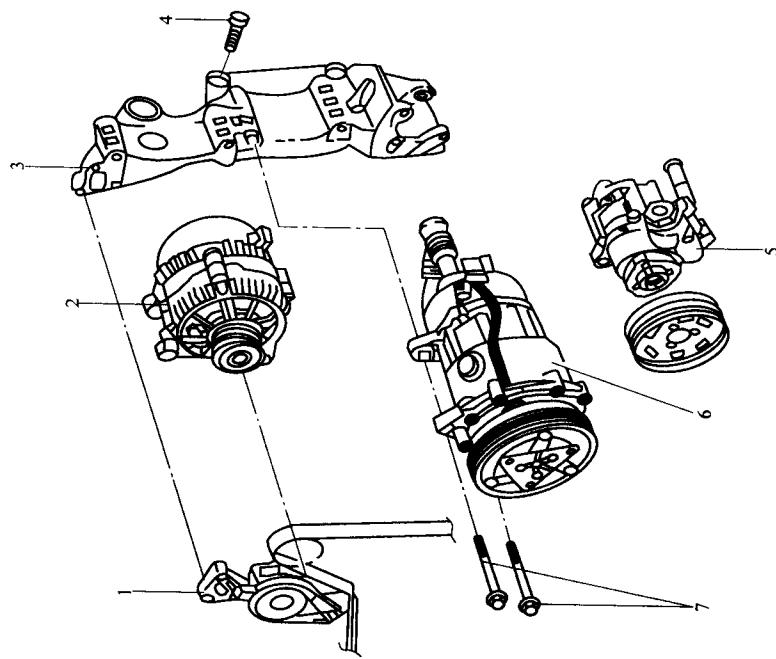

图 2-3 压缩机支架的拆卸
- (2) 发动机代码为 AEH、AGN、AKL 和 ALN 时压缩机支架的拆卸（见图 2-3）。